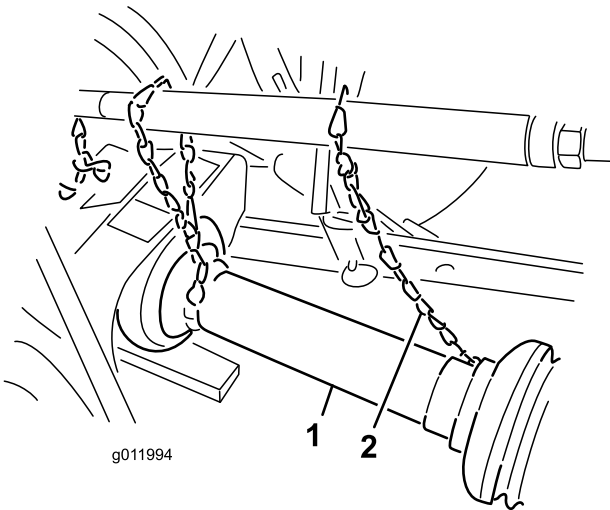

Figura 7
5. Collegate le catene di sicurezza delle protezioni dalle sezioni dell'albero di trasmissione ai fermi saldati sui bracci di attacco o alle protezioni della PDF (Figura 7).